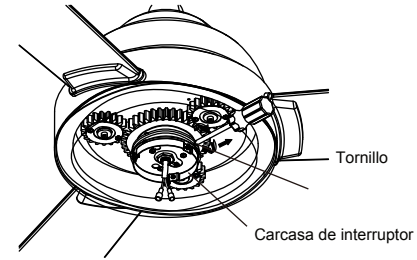

Fig. 26
Paso 4. Retire tres (3) tornillos de la carcasa del interruptor como se muestra y ahorre para su uso posterior. (Fig. 26)